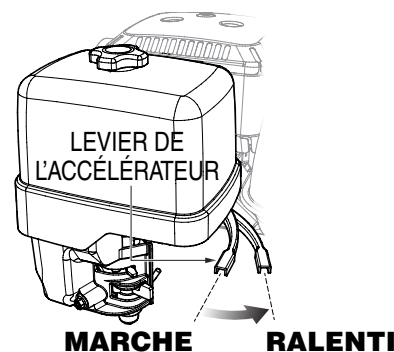

Figure 28. Levier de l'accélérateur (RALENTI)
1. Placer le levier d'accélération en position de **RALENTI** (lente) et laisser le moteur tourner au ralenti pendant 3 à 5 minutes. Voir Figure 28.